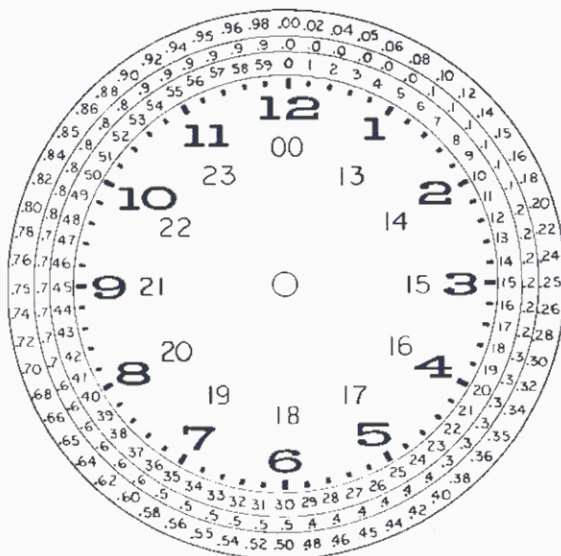

FIGURE 3
If you are using hundredths or 0-23 hours, refer to the Dial of Decimal Equivalents in Figure 3 (page 4) to determine the correct setting.
Si vous utilisez les centièmes ou les heures 0-23, voir le Cadran des équivalences décimales dans Figure 3 (page 4) pour déterminer la configuration appropriée.
The dial in Figure 3 shows the tenths and hundredths setting for each minute. The small inner circle represents minutes, the middle circle represents tenths, and the outer circle represents hundredths.
Le cadran illustré dans la Figure 3 montre la configuration en dixièmes et centièmes pour chaque minute. Le petit cercle à l'intérieur représente les minutes; le cercle au milieu représente les dixièmes, et le cercle à l'extérieur représente les centièmes.
Das Zifferblatt in Abb. 3 zeigt die Zehntel und Hundertsteinstellung für jede Minute. Der kleine innere Kreis stellt Minuten dar, der mittlere Kreis stellt Zehntel und der äußere Kreis stellt Hundertstel dar.
2. Rotate setting wheel **5.1** until the clock face displays the same time as shown on the sample registration. Refer to Figure 3, "Dial of decimal equivalents", if using tenths or hundredths.
3. To synchronize the display with the type wheels, listen for the type wheels to click. At the click press the minute button to advance to the next minute. Seconds are now synchronized. Always set the display to regular minutes. Refer to Figure 3, "dial of decimal equivalent" if using hundredths or tenths.
2. Faites tourner la roue de configuration **5.1** jusqu'à ce que le cadran affiche la même heure que celle de l'impression échantillon. Voir la Figure 3 "Cadran des équivalences décimales" si vous utilisez les dixièmes ou centièmes.
3. Pour synchroniser l'affichage avec les roues d'impression, attendez que ces dernières fassent un déclic. Au déclic, appuyez sur le bouton des minutes pour avancer à la minute suivante. Les secondes sont désormais synchronisées. Réglez toujours l'affichage sur les minutes normales. Si vous utilisez les dixièmes ou les centièmes, reportez-vous à la figure 3, « cadran des équivalents en décimales ».
2. Das Einstellrad **5.1** soweit drehen, bis das Zifferblatt die selbe Zeit wie auf der Probe anzeigt. (Wenn Sie Zehntel oder Hundertstel benutzen, siehe Abb. 3).
3. Bei der Synchronisierung der Anzeige mit den Typenrädern achten Sie auf das Klicken der Typenräder. Wenn Sie das Klicken hören, drücken Sie auf die Minutentaste, um zur nächsten Minute überzugehen. Die Sekunden sind jetzt synchronisiert. Setzen Sie die Anzeige immer auf ganze Minuten. Beziehen Sie sich bei der Verwendung von Hundertel oder Zehntel auf Abbildung 3 "Wählen von Dezimaläquivalenten".